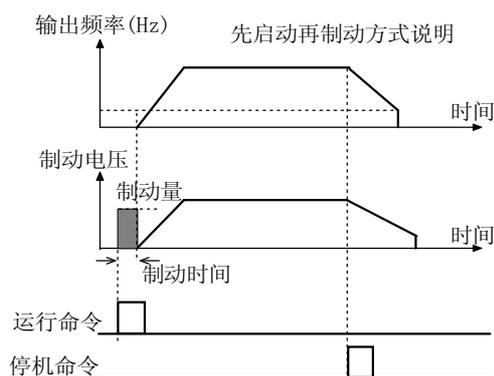

图 5-1-1 启动制动
- ◆ 先制动，再启动：变频器先给负载电机施加一段时间的直流制动能量，然后再启动，如图5-1-1所示。此方式适合于停机状态有正转或反转现象的小惯性负载，如风机等。直流制动参数设定参见P1.03、P1.04。
P1.03、P1.04仅在启动运行方式选择先制动再起动方式 (P1.00=1) 时有效，如图图5-1-1所示。
参见图 5-1-1，在启动制动期间，输出启动直流制动电流 P1.03。